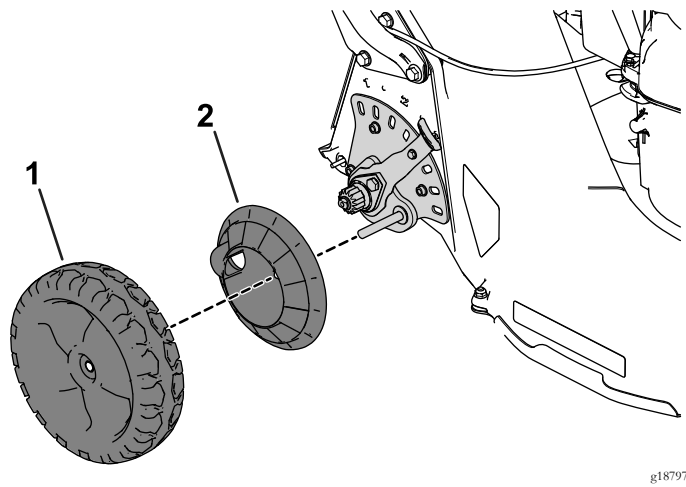

Figure 3
2. Déposez la roue et la doublure de roue (Figure 3).
5. Reposez la doublure de roue et la roue (Figure 3).